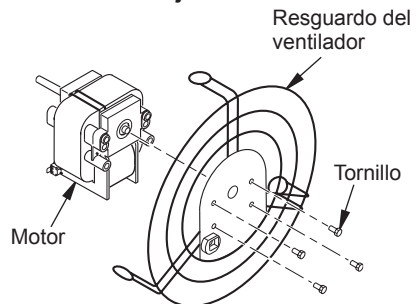

Figura 8. Desmontaje y montaje del resguardo del ventilador en el motor
4. Con un destornillador para tuercas, quite las dos tuercas y los dos tornillos que fijan el resguardo del ventilador al motor. Extraiga del motor el resguardo del ventilador (consulte la figura 8).